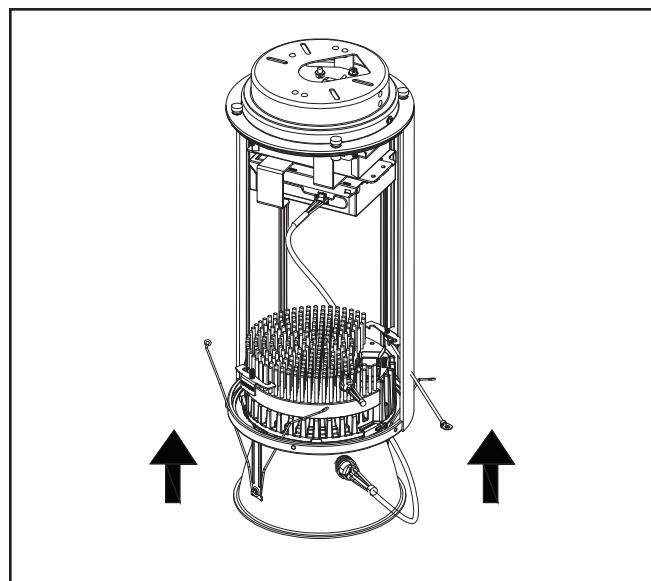

Figura 13
5. Despues de conectar el cable al paquete de baterías, instale el módulo de la moldura en el cilindro (siga las instrucciones de instalación estándar). (Figura 13)